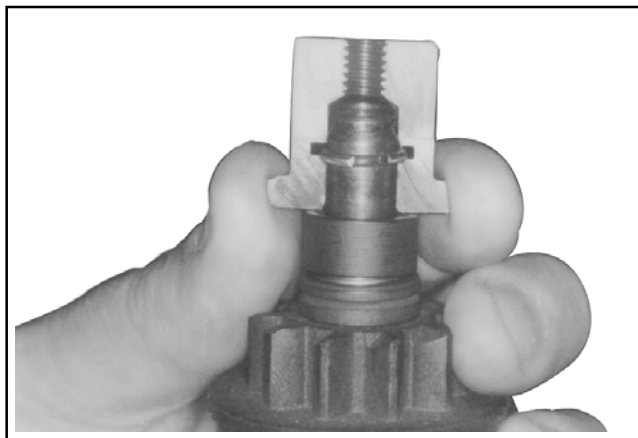

Figura 8-32. Montaggio delle metà interne dell'attrezzo intorno ad albero dell'indotto ed anello di bloccaggio.
4. Tenendo lo scodellino della molla in posizione ritratta, montare le metà interne dell'attrezzo di rimozione intorno all'albero dell'indotto con l'anello di bloccaggio nella scanalatura interna (vedere Figura 8-32). Far scorrere il collare sulle metà interne per tenerle in posizione.